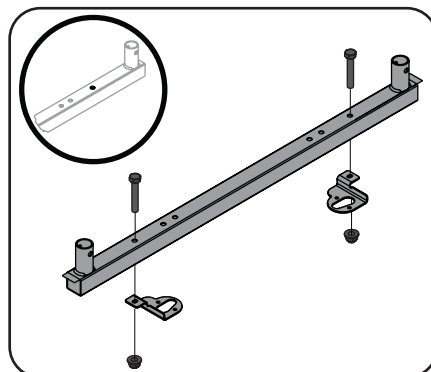

Figure 3-10
3. Assemblez le support (683-05347) et support de fixation (789-00399, 789-00400) en utilisant deux vis à tête hexagonale (710-3180) et deux écrous (712-04063) comme montré à la Figure 3-10.